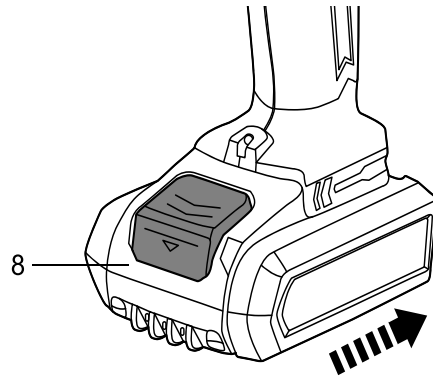

Fig. 5
- > Para colocar el bloque de baterías en el producto, alinee el bloque de baterías (8) con las ranuras deslizantes del puerto de la batería y deslícelo hasta que encaje en su posición. Deberá oír un clic (Fig. 5).